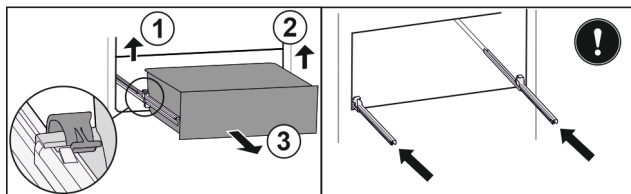

Fig. 142
- Ridicați clemă din stânga și trageți concomitent sertarul din stânga spre înainte. Fig. 142 (1)
- Ridicați clemă din dreapta și trageți concomitent sertarul din dreapta spre înainte. Fig. 142 (2)
- Extrageți sertarul spre înainte. Fig. 142 (3)